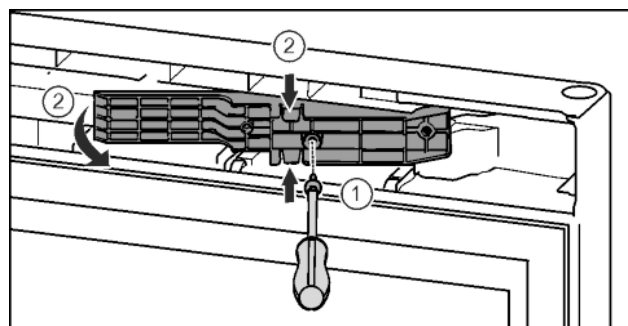

Fig. 16\*
- ▶ С отвертка T15 развийте винтовете.\* Fig. 16 (1)
- ▶ Изтеглете адаптерния елемент.\* Fig. 16 (2)